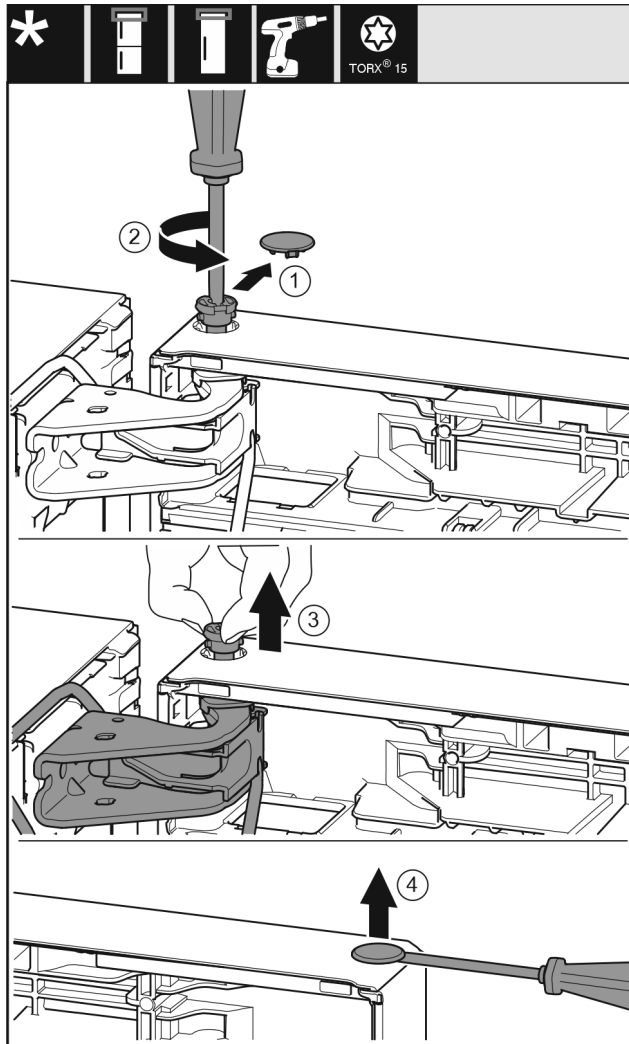

Fig. 22
- Noņemiet uzmanīgi aizturu pārsegu. Fig. 22 (1)
- Izskrūvējiet mazliet ar skrūvgriezi T15 tapu. Fig. 22 (2)
- Noturiet durvis un izskrūvējiet tapu ar pirkstiem. Fig. 22 (3)
- Paceliet uzmanīgi ar plakano skrūvgriezi un izvelciet arī aizbāzni no durvju gultņa ieliktnā. Fig. 22 (4)